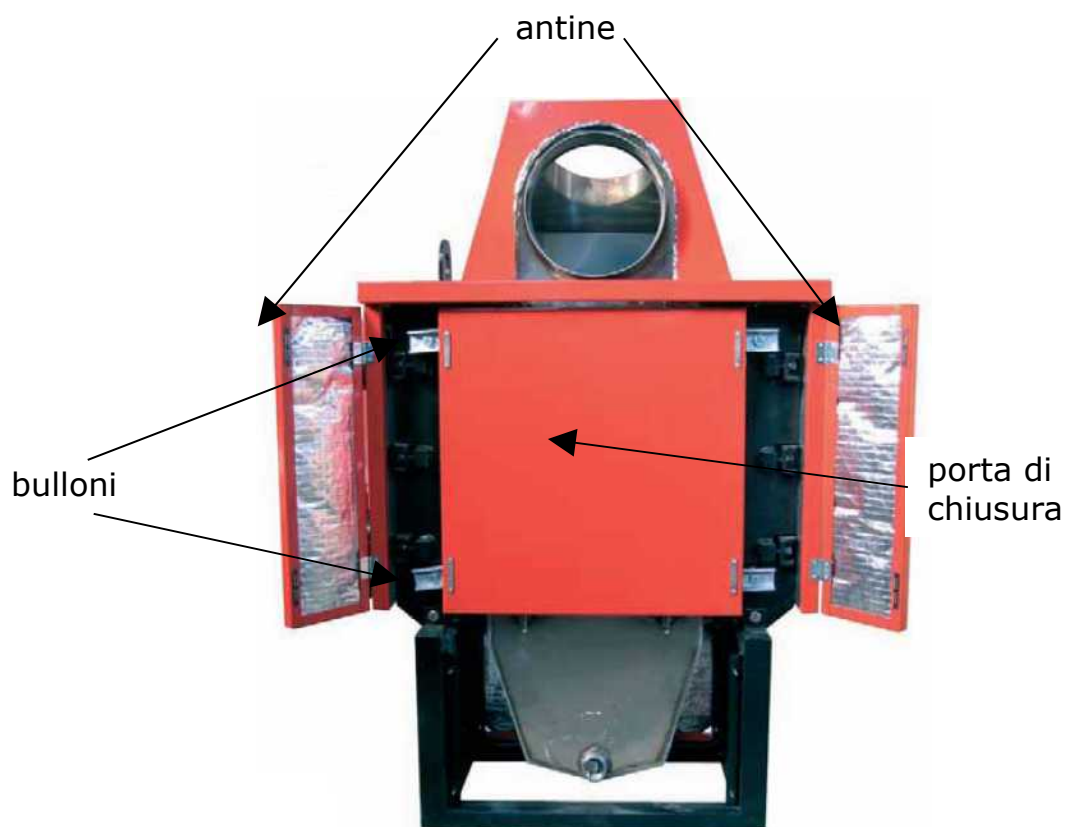

Fig.5
- aprire le antine laterali del mantello (fig.5);
- svitare i bulloni dei fermi che sorreggono le portine di tenuta dei fumi e ruotare di 90° i ganci di fermo (fig.5);